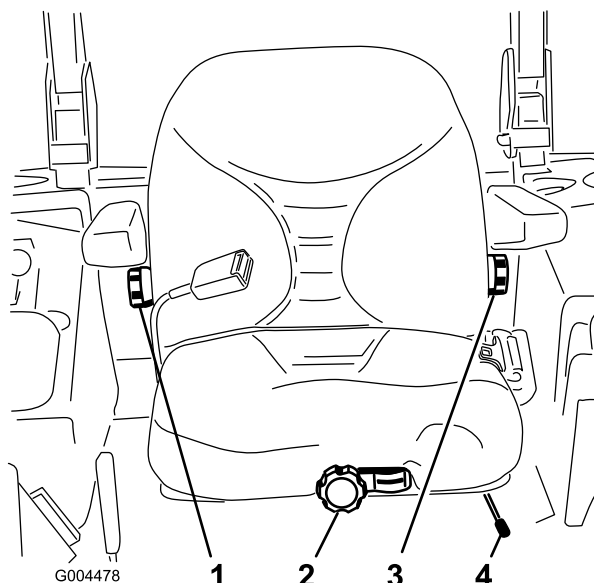

Figura 31
1. Per regolare, spostate lateralmente la leva e sbloccate il sedile (Figura 31).
A sedile vuoto, girate la manopola anteriore nella direzione opportuna, fino ad ottenere il migliore comfort (Figura 31).
Per spostarlo, girate nella direzione opportuna la manopola situata sotto il bracciolo destro, fino ad ottenere il migliore comfort (Figura 31).
Per spostarlo, girate nella direzione opportuna la manopola situata sotto il bracciolo sinistro, fino ad ottenere il migliore comfort (Figura 31).